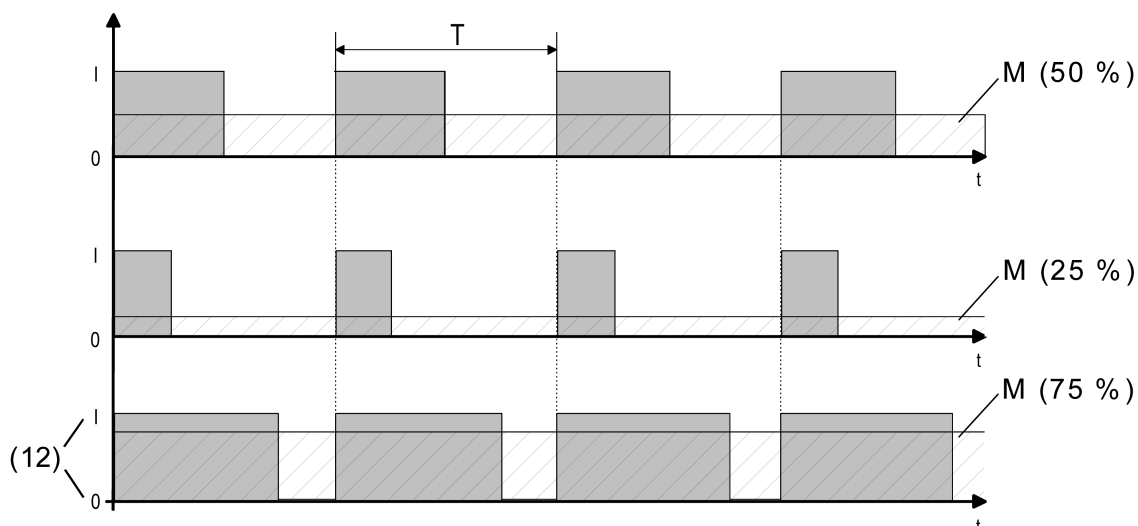

Figura 19: Modulazione a larghezza d'impulsi di un segnale d'uscita della valvola
Non appena l'apparecchio deve impostare una grandezza regolante continua o un valore di posizione nominale valvola continuo sull'uscita valvola, l'apparecchio modula il segnale d'uscita tramite la larghezza dell'impulso di accensione. Il valore medio del segnale d'uscita risultante da questa modulazione (M), nel rispetto del tempo di ciclo impostabile nell'apparecchio (T), indica la posizione media della valvola di regolazione e rappresenta dunque un riferimento per la temperatura ambiente impostata (figura 19).